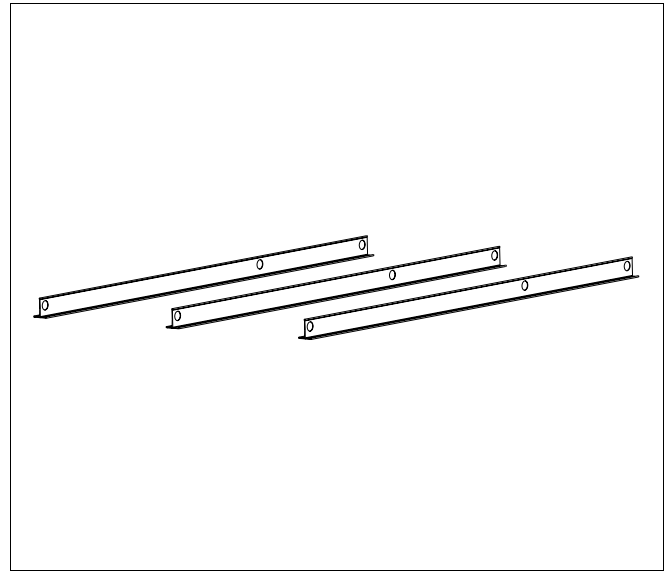

Fig. 22 Perfiles en T del marco, modelo vertical
- ▶ Coloque los tres perfiles en T necesarios (en modelo horizontal, cuatro perfiles en T) para un colector (fig. 22) a una distancia de aprox. 500 mm entre sí.